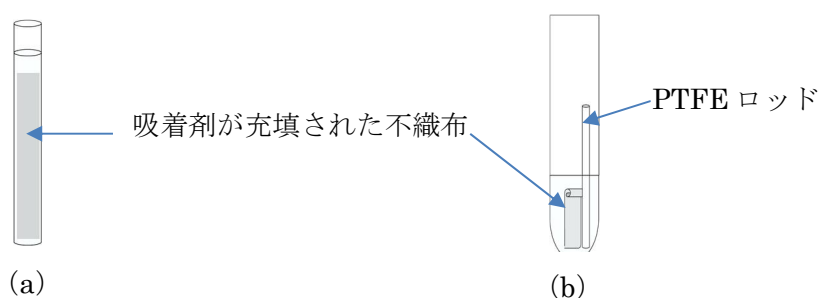

図 3-2 抽出の様子 (a) 細い試験管を用いた場合、
- 4) 抽出用の試験管に、吸着剤が充填された不織布を移します。内径 6.5mm 程度の細い試験管を使用する場合は、そのままの状態の不織布を移します (図 3-2 (a))。細い試験管が無い場合には、不織布の上部をハサミで切り、中の吸着剤がこぼれないように注意しながら不織布内の PTFE ロッドを取り出し、不織布を折りたたんだ状態で汎用の試験管に移します (図 3-2 (b))。